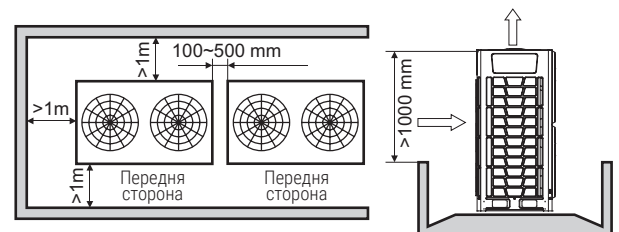

Рис. 3.12. Один ряд
- Якщо зовнішні блоки вищі за навколишні бар'єри і будуть розташовані в один ряд, див. рис. 3.12.